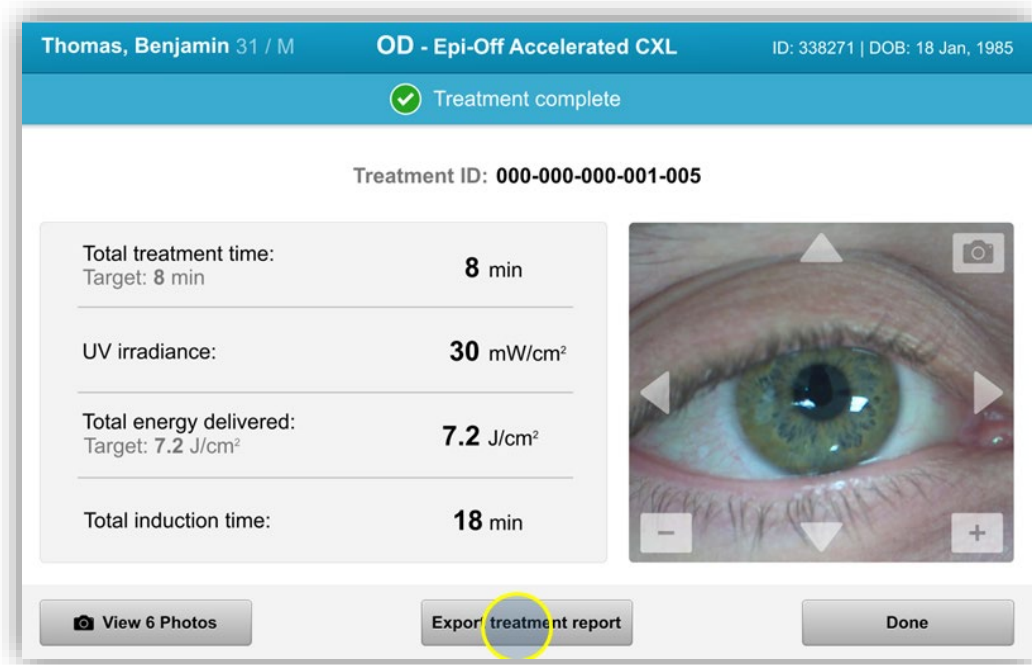

Figura 3-40. Esportazione del rapporto di trattamento
- Selezionare "Export treatment report" (Esporta rapporto di trattamento), come mostrato nella Figura 3-40, per salvare il rapporto su una chiavetta USB.